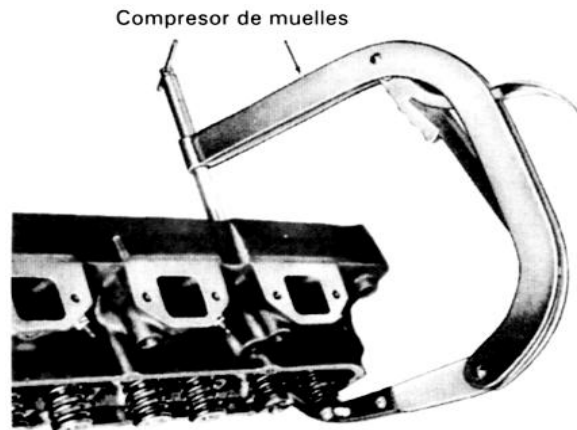

Fig. 3.13 Compresor de muelles
4. Asegúrese ajustar el compresor lo suficiente como para poder quitar las medias chavetas (seguros) de válvulas. (Ver Fig. 3.13)